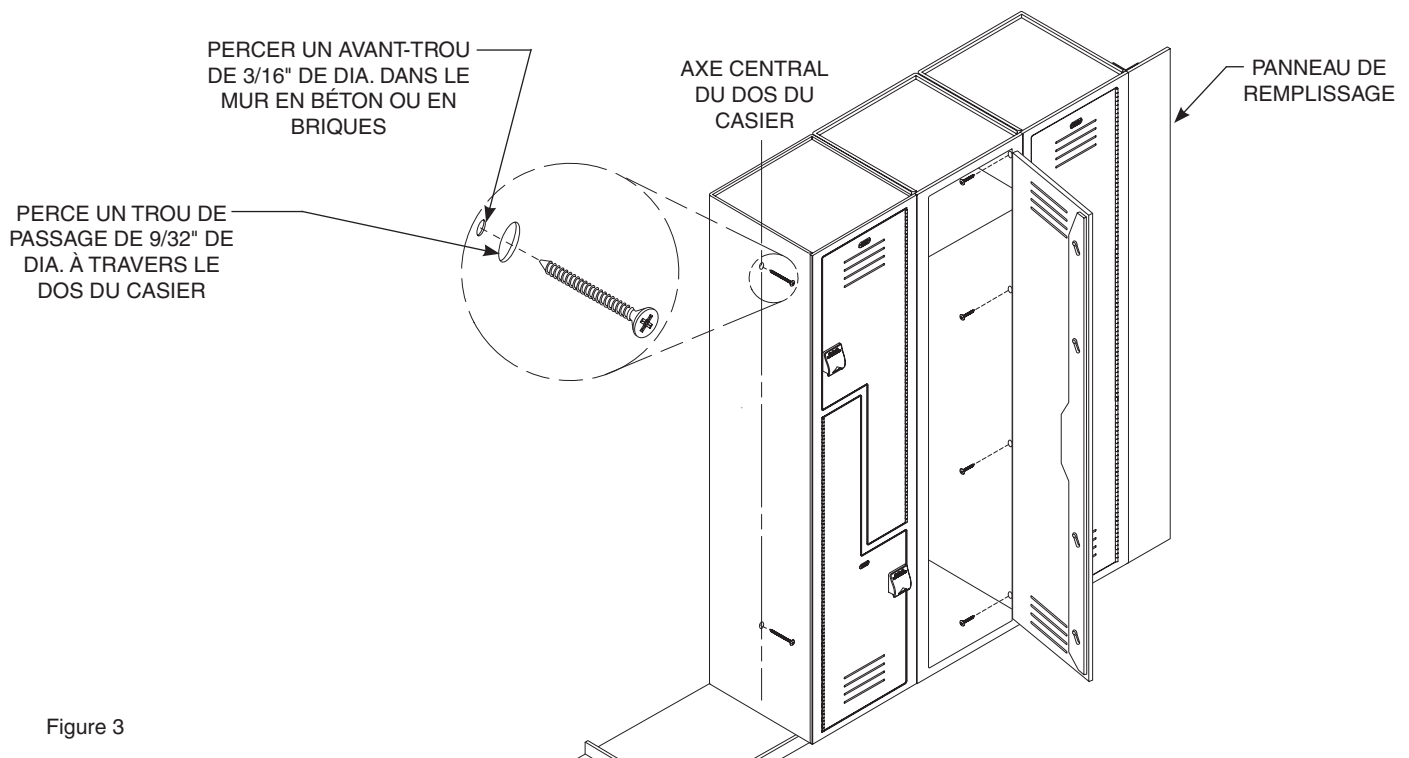

Figure 3
Les panneaux de remplissage d'angle sont conçus pour combler le vide dans les coins (voir Figure 3 à la page 21). Elles sont attachées au casier par les vis n° 10-24 et manchons filetés n° 10-24 x 1/2 po fournis.
1. Placer le premier casier conformément aux plans de soumission. Mettre le casier d'équerre et d'aplomb en utilisant des cales d'épaisseur s'il y a lieu. Fixer le casier au mur en deux points avec les deux vis Tapcon de 1/4 po x 1-3/4 po lg. Placer une vis près du sommet et une près de la base du casier en les centrant sur la largeur, comme indiqué à la Figure 3.
3. Attacher provisoirement les casiers l'un à l'autre avec des pinces au sommet et à la base. Percer quatre trous de passage de 9/32 po à travers le casier comme indiqué à la Figure 3. Ces trous doivent être placés à 38 mm (1-1/2 po) de l'avant du casier et régulièrement espacés de haut en bas. Attacher les casiers l'un à l'autre avec les vis n° 10-24 et manchons filetés n° 10-24 x 3/4 po fournis.
5. Fixer chaque casier au mur en deux points avec la visserie de pose murale fournie qui convient. Utiliser deux vis Tapcon de 1/4 po x 1-3/4 po lg, l'une placée près du sommet, l'autre près de la base du casier comme indiqué à la Figure 3.
2. Fixer chaque casier au mur en deux points avec deux vis Tapcon de 1/4 po x 1-3/4 po lg, l'une placée près du sommet, l'autre près de la base du casier (voir Figure 3 à la page 21).
4. Fixer chaque casier au mur en deux points avec deux vis Tapcon de 1/4 po x 1-3/4 po lg, l'une placée près du sommet, l'autre près de la base du casier (voir Figure 3 à la page 21).
3. Mettre les casiers en place, d'équerre et d'aplomb, sur la base, en s'assurant que les dessus et faces avant sont alignés. Attacher provisoirement les casiers voisins l'un à l'autre avec des pinces au sommet et à la base. Percer quatre trous de 9/32 po à travers le casier. Ces trous doivent être placés à 38 mm (1-1/2 po) de l'avant du casier et régulièrement espacés de haut en bas (voir la Figure 3 le cas échéant).